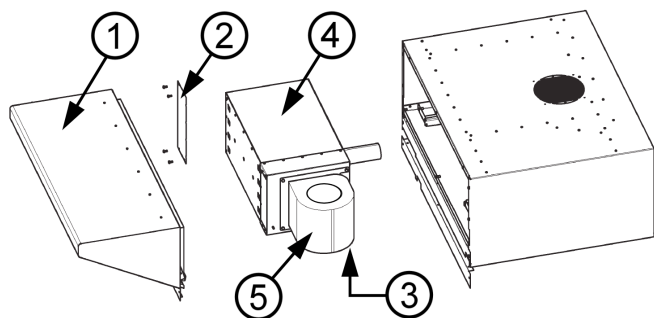
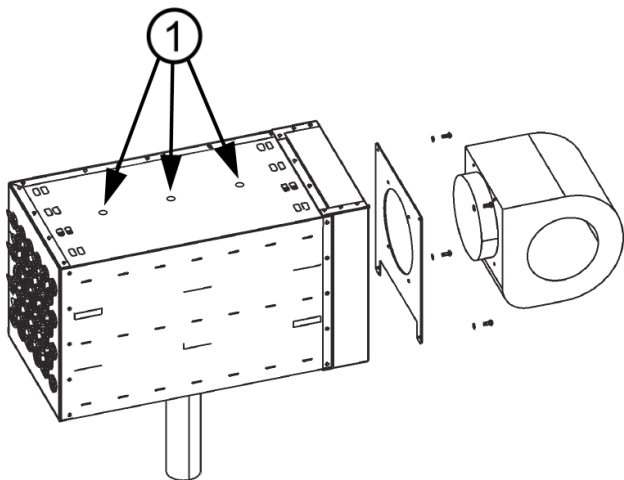

Abbildung 22: Demontierte Haube - Typ 0610
Abbildung 23: Beschreibung des Wärmetauschers der Haube
- Auf der Vorderseite des Kondensatableiters befinden sich 12 M5-Schrauben. Lösen Sie diese Schrauben und entfernen Sie den Kondensatableiter (1) von der Haube (siehe Abb.22).
- Lösen Sie die Sicherungsplatte und die Teilerleiste (2)
- Entfernen Sie den Netzkabelsteckverbinder (3) von der Steckdose auf der Unterseite des Motors.
- Bauen Sie den Wärmetauscher (4) und den Motor (5) aus.
- Entfernen Sie die Stahlplatte mit dem Motor vom Wärmetauscher (siehe Abb.23).
Positionieren Sie den Wärmetauscher an einem geeigneten Standort, damit das Wasser ablaufen kann, wobei die drei Serviceöffnungen (1) nach oben zeigen müssen (siehe Abb.23). Geben Sie durch diese Öffnungen Seife auf den Wärmetauscher und lassen Sie die Seife 15 Minuten lang einwirken. Spülen Sie dann den Wärmetauscher mit heißem Wasser aus.